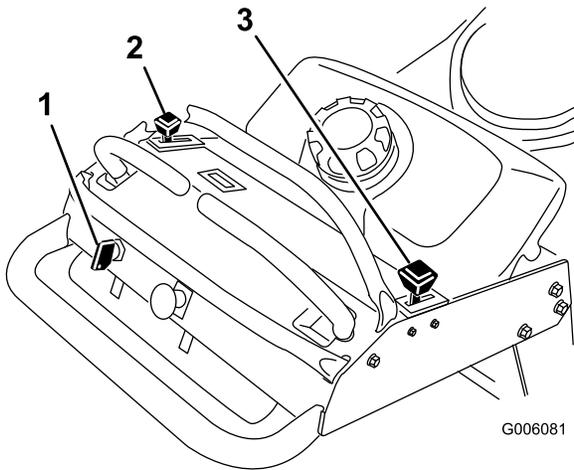

Figura 7
- Mueva el control del acelerador a la posición Rápido y mueva la palanca del estárter a la posición de Conectado antes de arrancar el motor si éste está frío (Figura 7).
- Mueva la palanca del acelerador a lento (Figura 7).